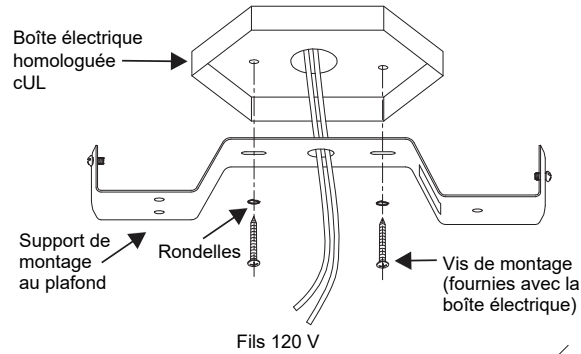

Fig. 4
Étape 1. Fixez la plaque de montage au plafond sur la boîte de sortie au plafond à l'aide des vis et des rondelles fournies avec la boîte de sortie (**Fig. 4**).